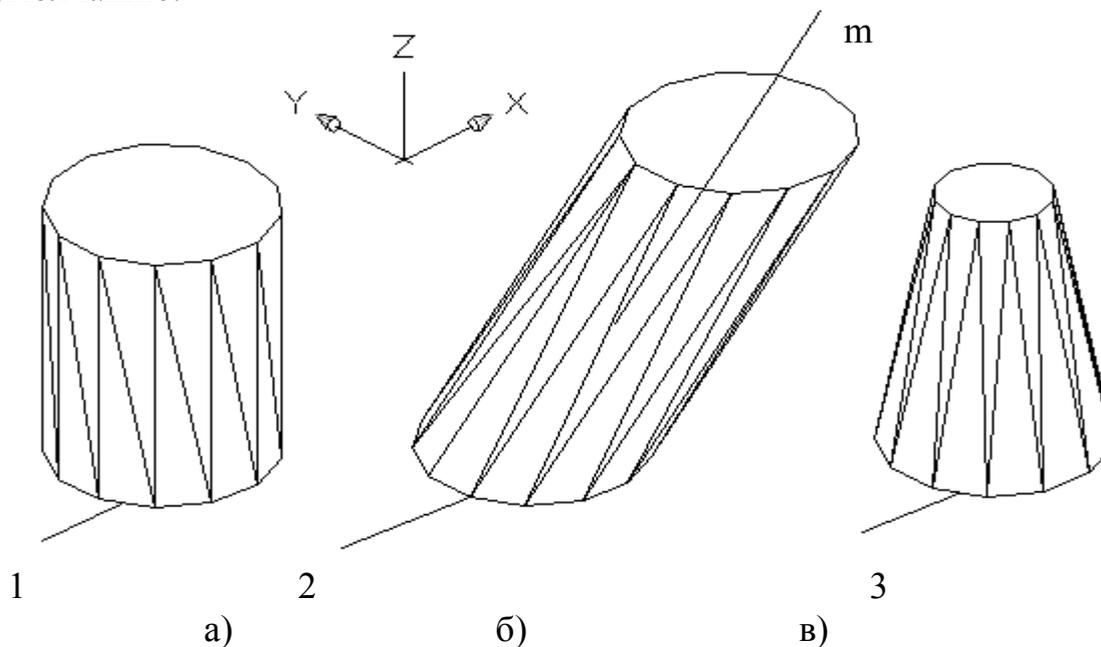

Рис. 6. 7. Примеры создания тел выдавливанием.
- ввести числовое значение угла суживания создаваемого тела (угла между направлением выдавливания и образующими боковых поверхностей тела); на рис. 6. 7в угол равен 10° .